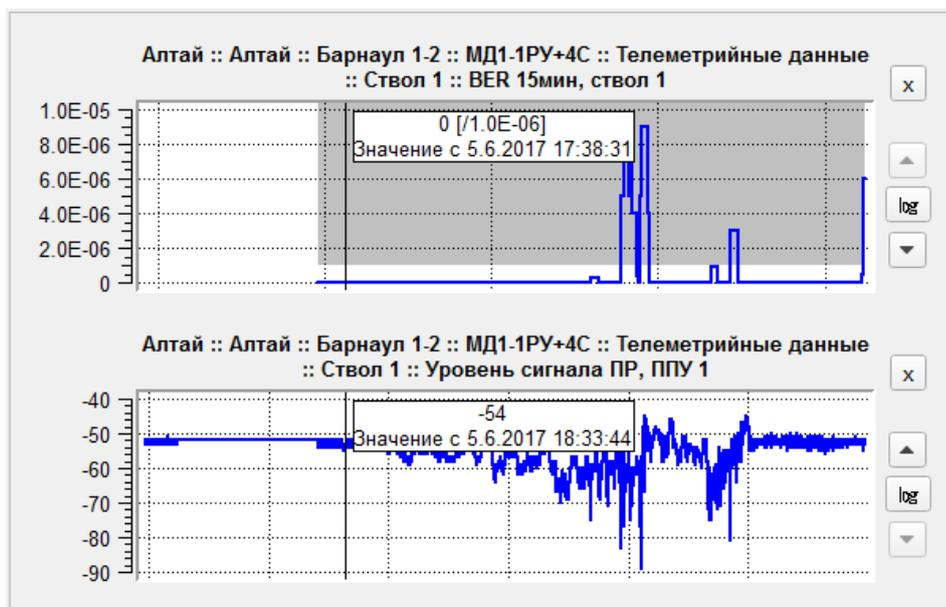

Рис. 71
5.3.4.4. Выбор маркера параметра открывает график изменений значения данного параметра, как показано на рис. 71.